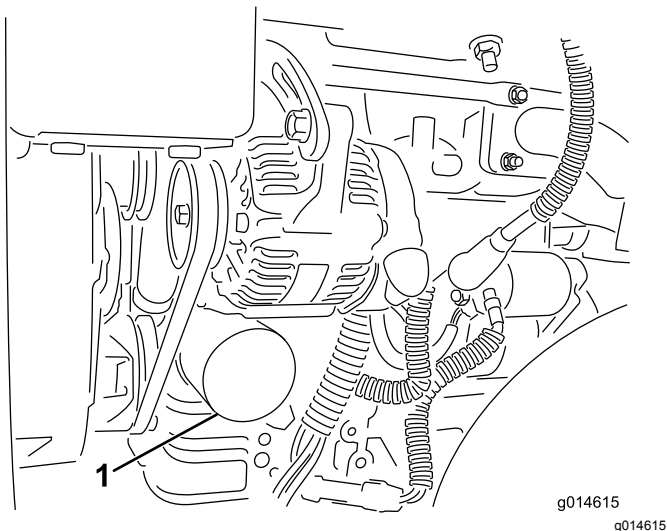

Figura 41
2. Retire el filtro de aceite (Figura 41). Aplique una capa ligera de aceite limpio a la junta del filtro nuevo.